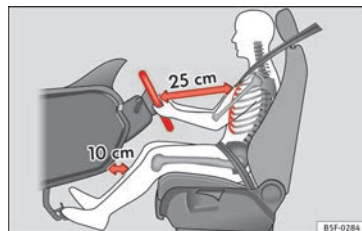

Abb. 91 Der richtige Abstand des Fahrers zum Lenkrad.
- Stellen Sie das Lenkrad so ein, dass der Abstand zwischen Lenkrad und Brustkorb mindestens 25 cm beträgt » **Abb. 91.**
- Stellen Sie den Fahrersitz so ein, dass zwischen Ihrem Brustkorb und der Lenkradmitte ein Abstand von mindestens 25 cm vorhanden ist » **Abb. 91.** Sitzen Sie näher als 25 cm, kann Sie das Airbag-System nicht richtig schützen.